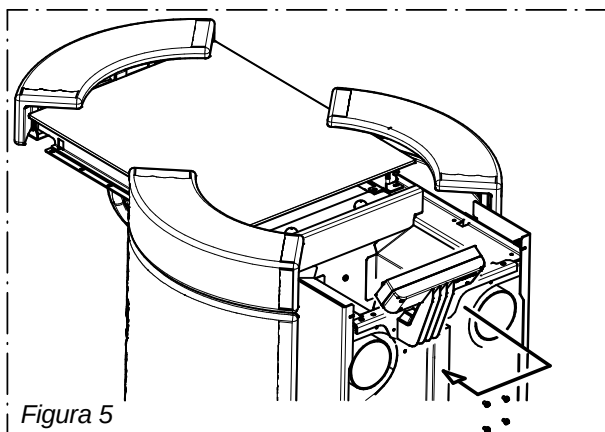

Figura 5
- Desplazar el panel y enroscar nuevamente los tornillos extraídos previamente (figura 5).